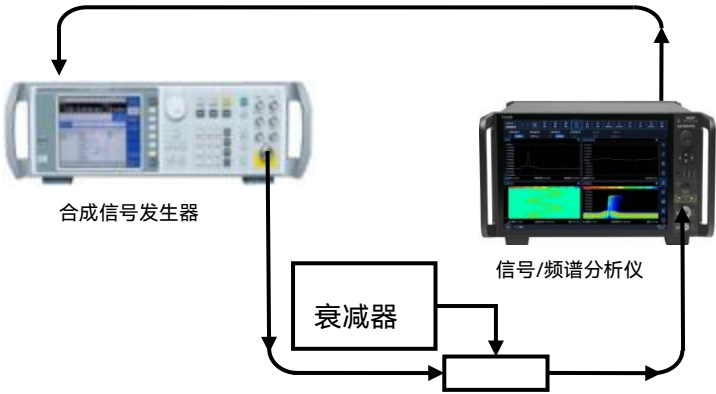

图 7.12 衰减器测试示意图
- 1) 如图 7.12 所示，连接测试设备，标准衰减器的输出连接到 4082 的射频输入 1 端口。图中校准衰减器的衰减不确定度应大大优于被测频谱分析仪输入衰减器的衰减不确定度。